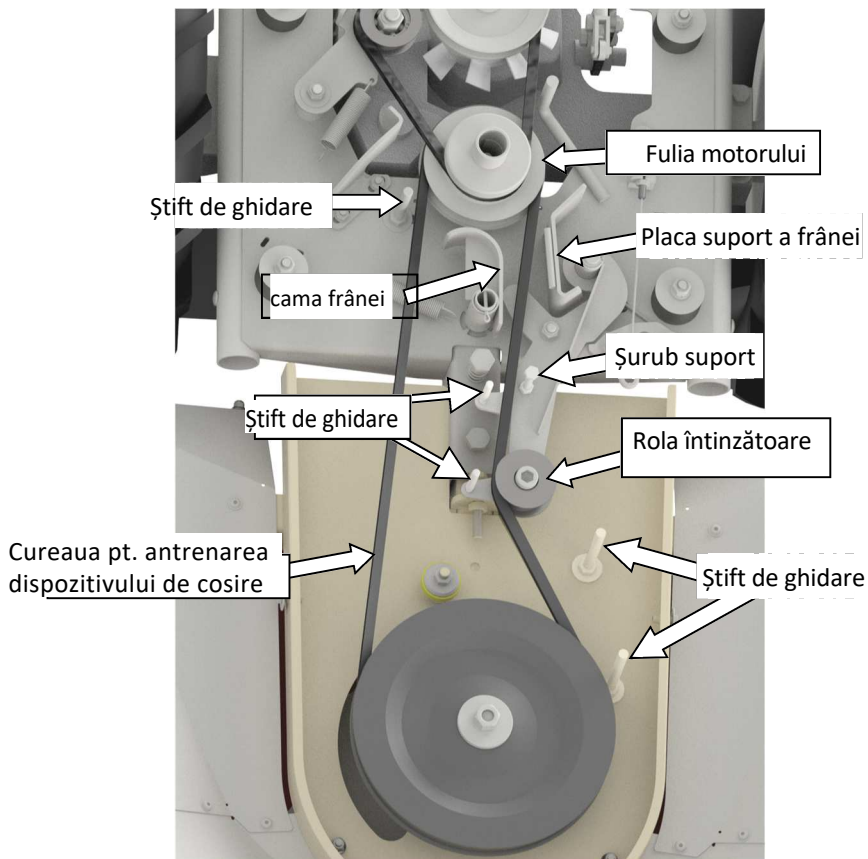

Fig. 12 Traseul curelei de antrenare a dispozitivului de lucru (după cuplare)
Treceți cureaua printre cama frânei și placa de susținere a frânei (Fig. 12) și puneți-o în canalul de jos al fuliei motorului. Apoi puneți cureaua în canalul fuliei dispozitivului de lucru (de tuns iarbă). Atenție la plasarea corectă a curelei trapezoidale printre știfturile de ghidare.
1) reglați șurubul tamponare (12). Când cureaua este întinsă suficient, strângeți cele 2 șuruburi de pe semicupla unității motoare. Placa de fixare (Fig. 12) din semicupla unității motoare (țeava rectangulară) trebuie să se afle deasupra barei pătrate (semicupla dispozitivului de lucru). Procedați cu atenție pt. a nu deteriora cureaua trapezoidală și/sau cablurile de comandă în timpul cuplării. Deteriorările pot scurta durata de viață. Remontați toate capacele de protecție și verificați funcționarea corectă a utilajului. Cu motorul oprit, asigurați-vă că cureaua trapezoidală nu freacă pe niciun știft de ghidare în starea întinsă (cu pârghia de comandă a cositorii apăsată).